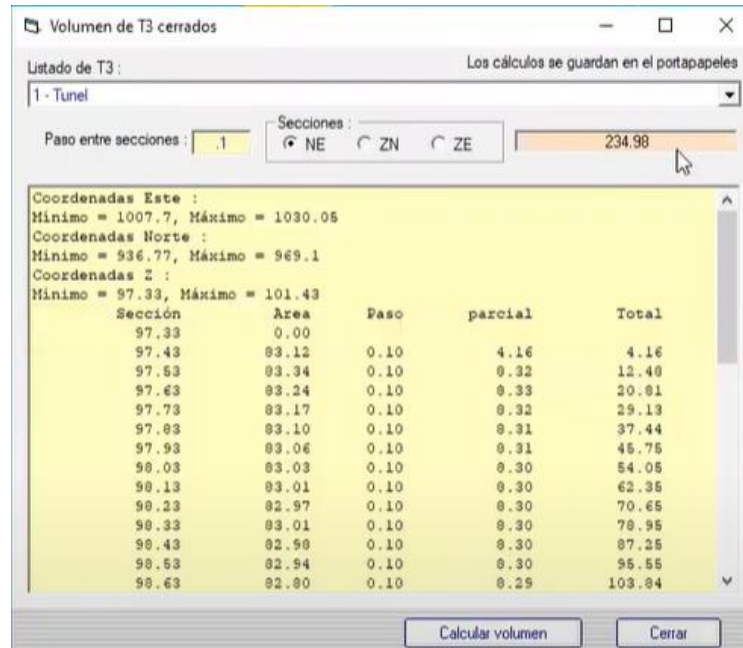

Figura 488. Volumen calculado.
60. Esperar a que aparezca la ventana emergente y anotar el volumen calculado. Figura 488.